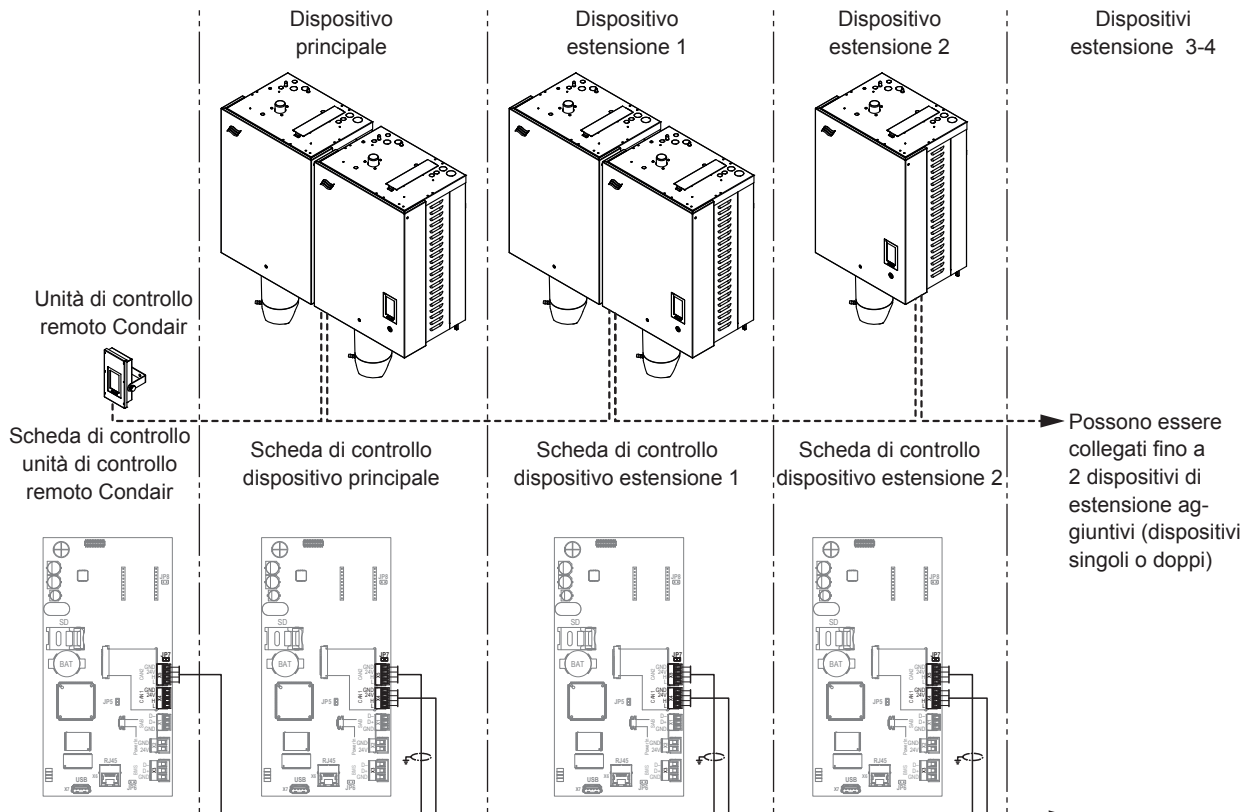
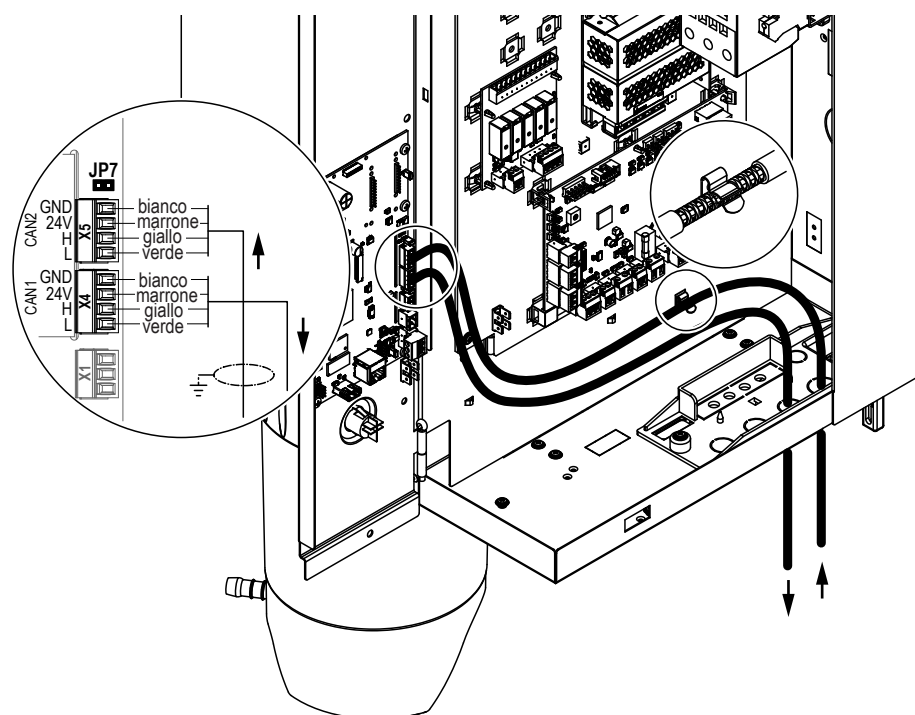

Fig. 32: Collegamento di più dispositivi (sistema di interconnessione)
Fig. 33: Collegamento cavo bus CAN / schermatura
Collegare più dispositivi come segue (v. Fig. 32):
2. Collegare tutti i dispositivi nel "sistema di interconnessione" con i cavi bus CAN preconfezionati in dotazione secondo lo schema in Fig. 32 e Fig. 33.
- Collegare la schermatura esposta del cavo CAN bus preconfezionato proveniente dall'apparecchio precedente al supporto del morsetto nel vano di controllo dell'umidificatore a vapore, come mostrato in Fig. 33.
- Collegare i cavi CAN bus alla morsettiera corrispondente sulla scheda di controllo di ciascun dispositivo (cavi in entrata a "X5" e cavi in uscita a "X4") come mostrato in Fig. 33.